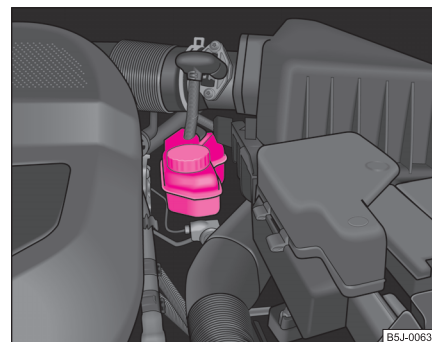

Fig. 159 Compartimentul motor: Rezervorul lichidului de frână
- Verificați nivelul lichidului de frână din rezervor ⇒ **fig. 159**. Nivelul trebuie să se găsească între marcajele „MIN” și „MAX”. ►